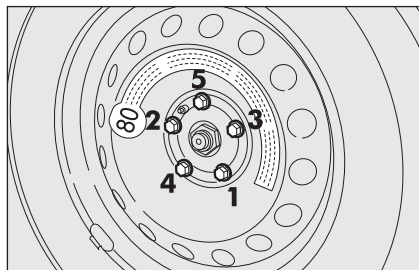

fig. 11
- en utilisant la clé en dotation, serrer à fond les boulons en passant alternativement d'un boulon à un autre diamétralement opposé, suivant l'ordre numérique illustré sur la **fig. 11**.
- en utilisant la clé en dotation, serrer à fond les boulons suivant l'ordre numérique illustré sur la **fig. 11**;
- baisser la voiture et extraire le cric, puis, en se servant de la clé fournie, serrer à fond les boulons selon l'ordre représenté précédemment pour la roue compacte **fig. 11**.